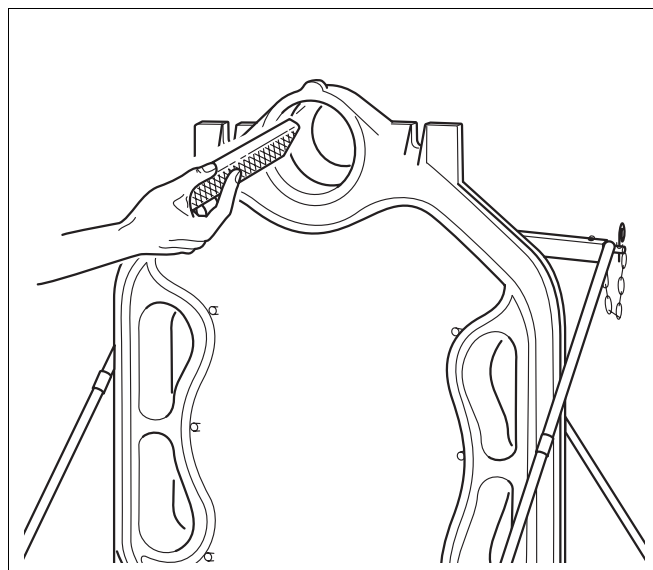

Fig. 7
- Fjern eventuell grad på navene ved hjelp av en fil (fig. 7).
- Fjern eventuell grad på navene ved hjelp av en fil (se fig. 7).